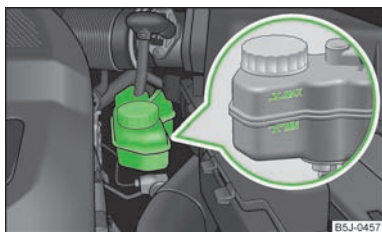

Abb. 118
- Den Bremsflüssigkeitsstand am Behälter prüfen » Abb. 118. Der Stand muss zwischen den Markierungen „MIN“ und „MAX“ liegen.